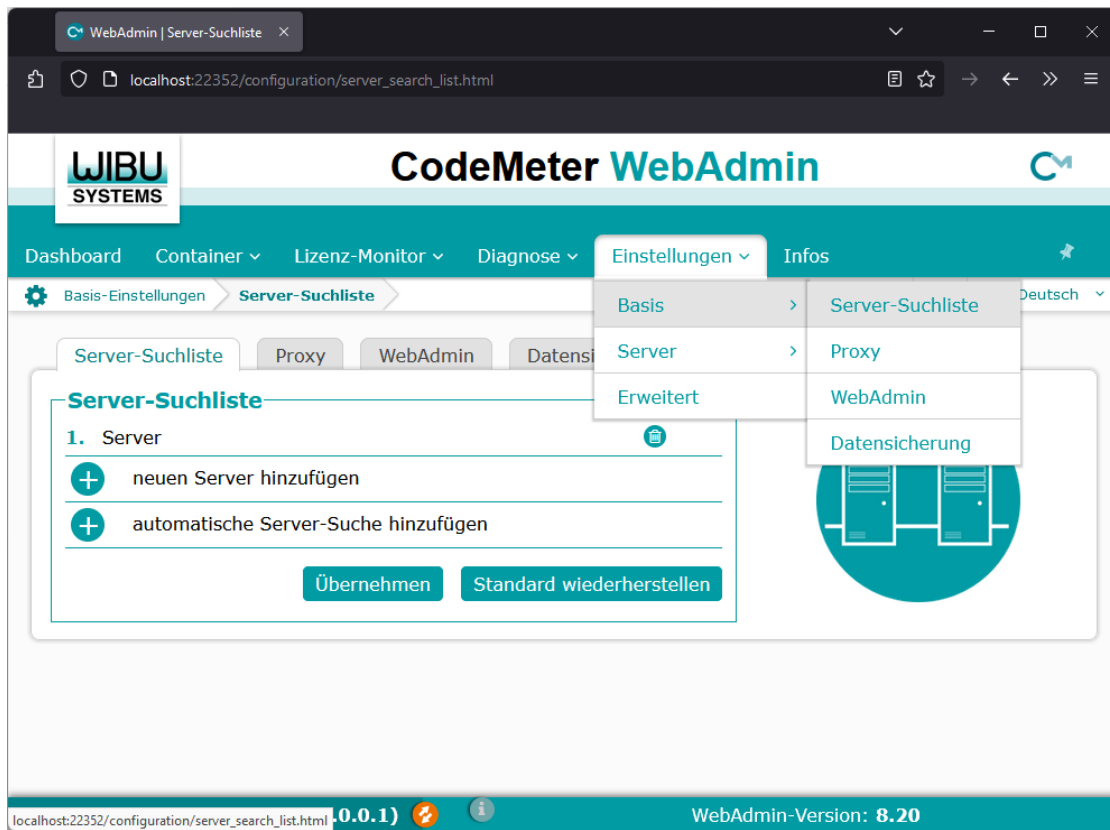

Abb. 1.4.3: CodeMeter - WebAdmin - Server-Suchliste.
- kontrollieren Sie den Zugriff auf den CodeMeter®-Stick, indem Sie am unteren Rand des Eingabefensters auf den orangefarbenen Button klicken. In der nachfolgenden Auflistung „Gefundene Server“ sollte jetzt Ihr Servername auftauchen. Klicken Sie diesen an und anschließend auf **Übernehmen**. Über das Menü *Container* können Sie jetzt Ihre Lizenzen anzeigen lassen [Abb. 1.4.3].